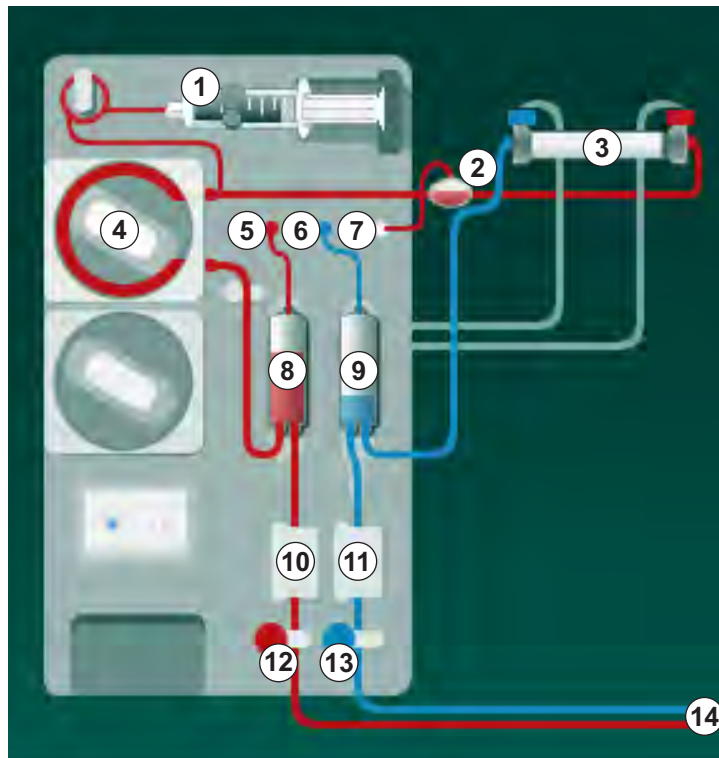

Bild 9-3 Montera blodslangsetet - Enkelnål Cross-Over
1. Fixera dialysatorn (Bild 9-3, ③) i dialysatorhållaren (se avsnitt 5.6 Ansluta dialysatorn (96)).
- 5 Artärtryckssensor (PA)
- 6 Artärtryckssensor (PA)